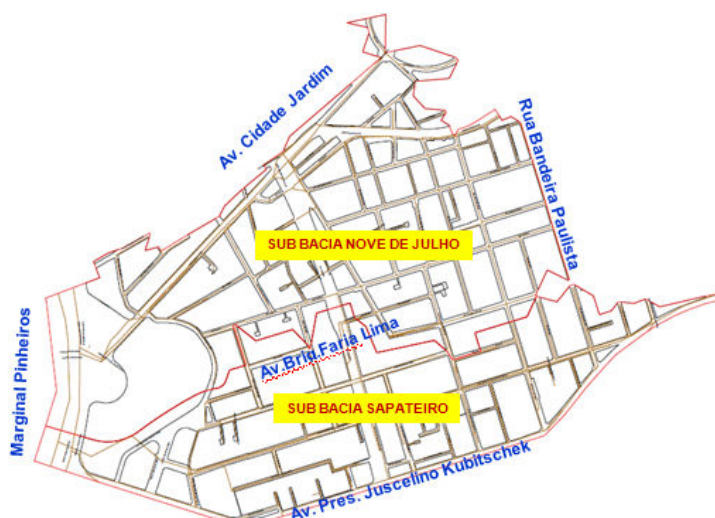

Figura 1: Mapa Temático das Sub bacias.
A Sub bacia (11) Uberaba contém seiscentas e onze ligações de esgotos e dezessete mil e oitocentos e noventa e seis quilômetros de rede de esgotos. A Sub bacia (03) Nove de Julho contém mil duzentos e noventa e seis ligações de esgotos e dezoito mil setecentos e cinco quilômetros de extensão de rede de esgotos. A duas totalizam, mil novecentos e sete ligações de esgotos e trinta e seis mil quinhentos e noventa e nove quilômetros de extensão de rede de esgotos. Mapa Temático das Sub bacias apresentadas na Figura 1.